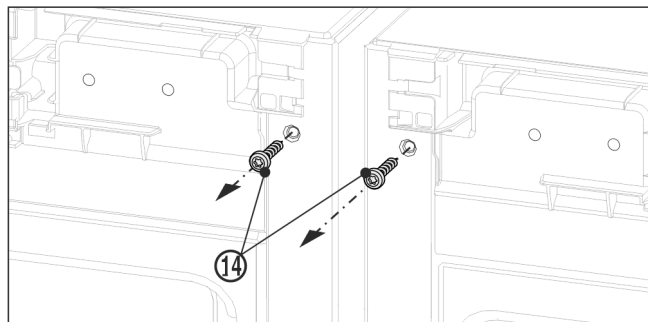

Fig. 12
- ▶ Преди монтажа на горния ъгъл развийте двата заземителни винта Fig. 12 (14).